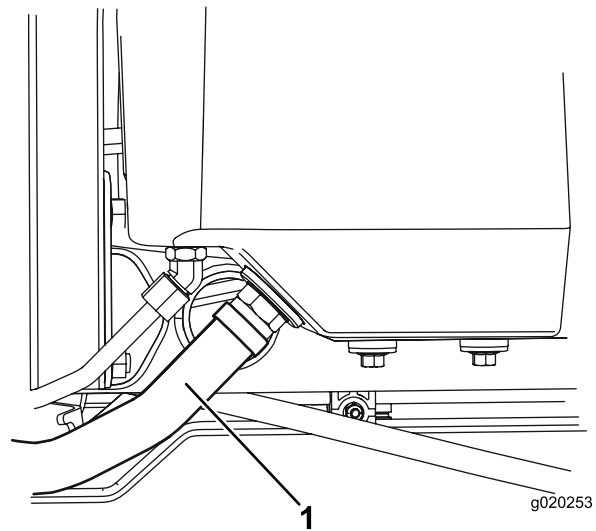

図 92
- タンクから大きい油圧オイルホース **図 92** を外し、流れ出すオイルを容器に受ける。